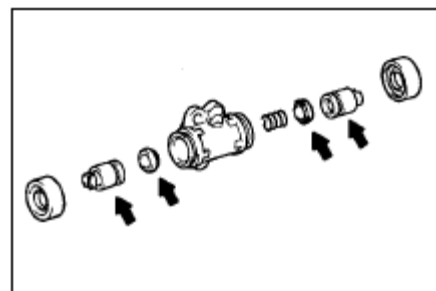

Рис. 301
(1) Снимите с тормозного цилиндра два пылезащитных колпачка.
(2) Снимите два поршня и пружины.
(3) Снимите с каждого поршня два защитных колпачка тормозных цилиндров.(рис. 301)